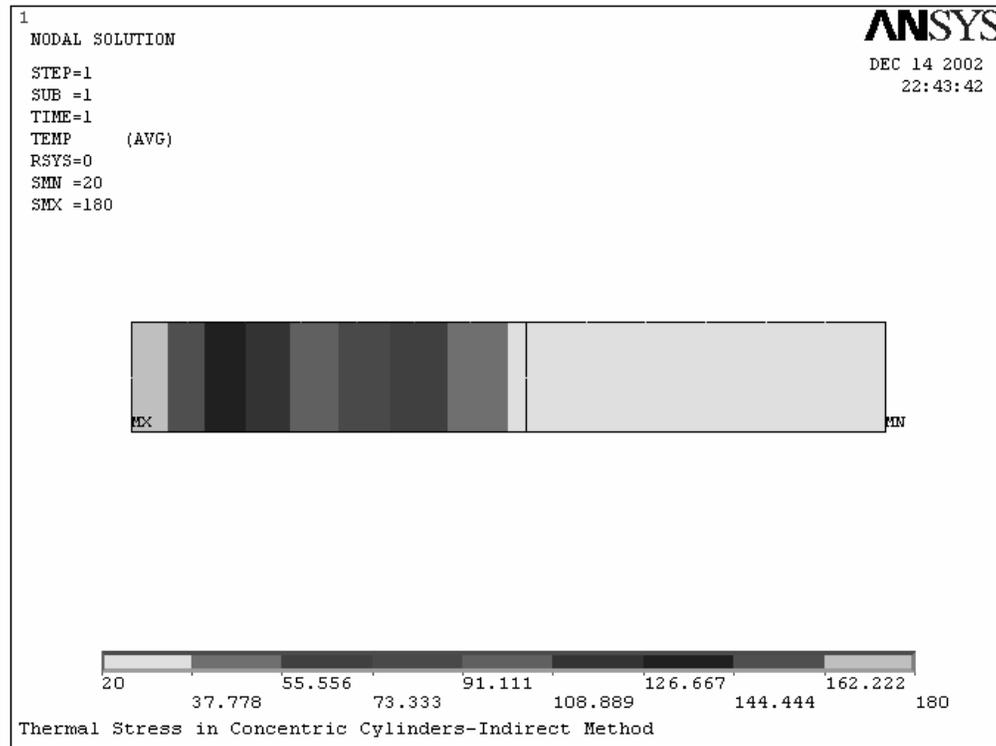

图 12.24 内外管道温度分布云图
2. 在对话框中单击 Item to be contoured (云图显示项目)列表框左边列表的“DOF solution”和右边的“Temperature TEMP”，其余设置保持缺省，单击对话框中的 按钮关闭对话框。在 ANSYS6.1 图形显示窗口中将显示温度场求解结果的云图显示，如图 12.24 所示。